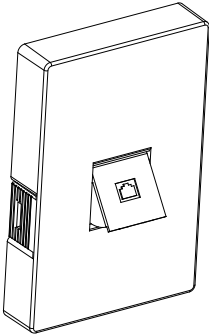

图 C-3 键盘防护件
- ✧ 当 30~630kW 本机键盘外引后，本机键盘口的位置容易进入粉尘异物，建议选购键盘防护件（型号：GD270-JPFH）安装封堵，如图 C-3 所示。